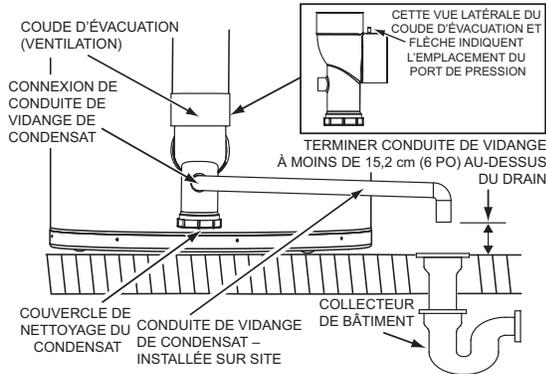

Figure 12
Le condensat se vidange du chauffe-eau au coude d'évacuation situé au bas. Le tuyau de condensat installé sur site ne doit pas être élevé au-dessus de la connexion du vidange de condensat sur le purgeur de condensat, voir la Figure 12. Si le condensat ne se vidange pas correctement, il s'accumulera dans le coude d'évacuation (ventilation). Ceci restreindra le débit des gaz de fumée et forcera le manostat d'évacuation d'air à ouvrir ses contacts. Le système de commande surveille tous les manostats, si les contacts du manostat d'évacuation d'air sont ouverts, le système de commande verrouillera et désactivera l'opération de chauffage. Le message de défaillance « Blocked Exhaust » (Évacuation bloqué) s'affichera sur l'écran LCD du système de commande.
NE PAS retirer le coude d'évacuation/condensat installé en usine pour quelque raison que ce soit, voir la Figure 12. Le tuyau de ventilation du chauffe-eau se trouve sous une légère pression positive lorsque l'unité est en fonctionnement. Le séparateur d'eau à l'intérieur du coude d'évacuation/condensat empêche les gaz de combustion de s'échapper dans l'espace installé.
2. Installer une conduite de vidange de condensat de 1/2 po en PVC entre la connexion de vidange de condensat sur le coude d'évacuation/condensat et un collecteur de bâtiment adéquat avec une légère pente descendante pour évacuer. Le coude d'évacuation a un purgeur de condensat intégré. Ne pas installer de purgeur supplémentaire dans la tuyauterie de vidange de condensat. Voir Figure 12.
3. Terminer la tuyauterie de vidange de condensat à l'aide d'un coude au-dessus de la vidange. S'assurer que toute décharge sort de la conduite de vidange de condensat à moins de 15,2 cm (6 po) au-dessus d'un collecteur de bâtiment adéquat, ou externe au bâtiment, voir la Figure 12.
4. S'assurer que le tuyau de vidange du condensat n'est pas élevé au-dessus de la connexion de vidange de condensat sur le coude d'évacuation/condensat, voir la Figure 12.